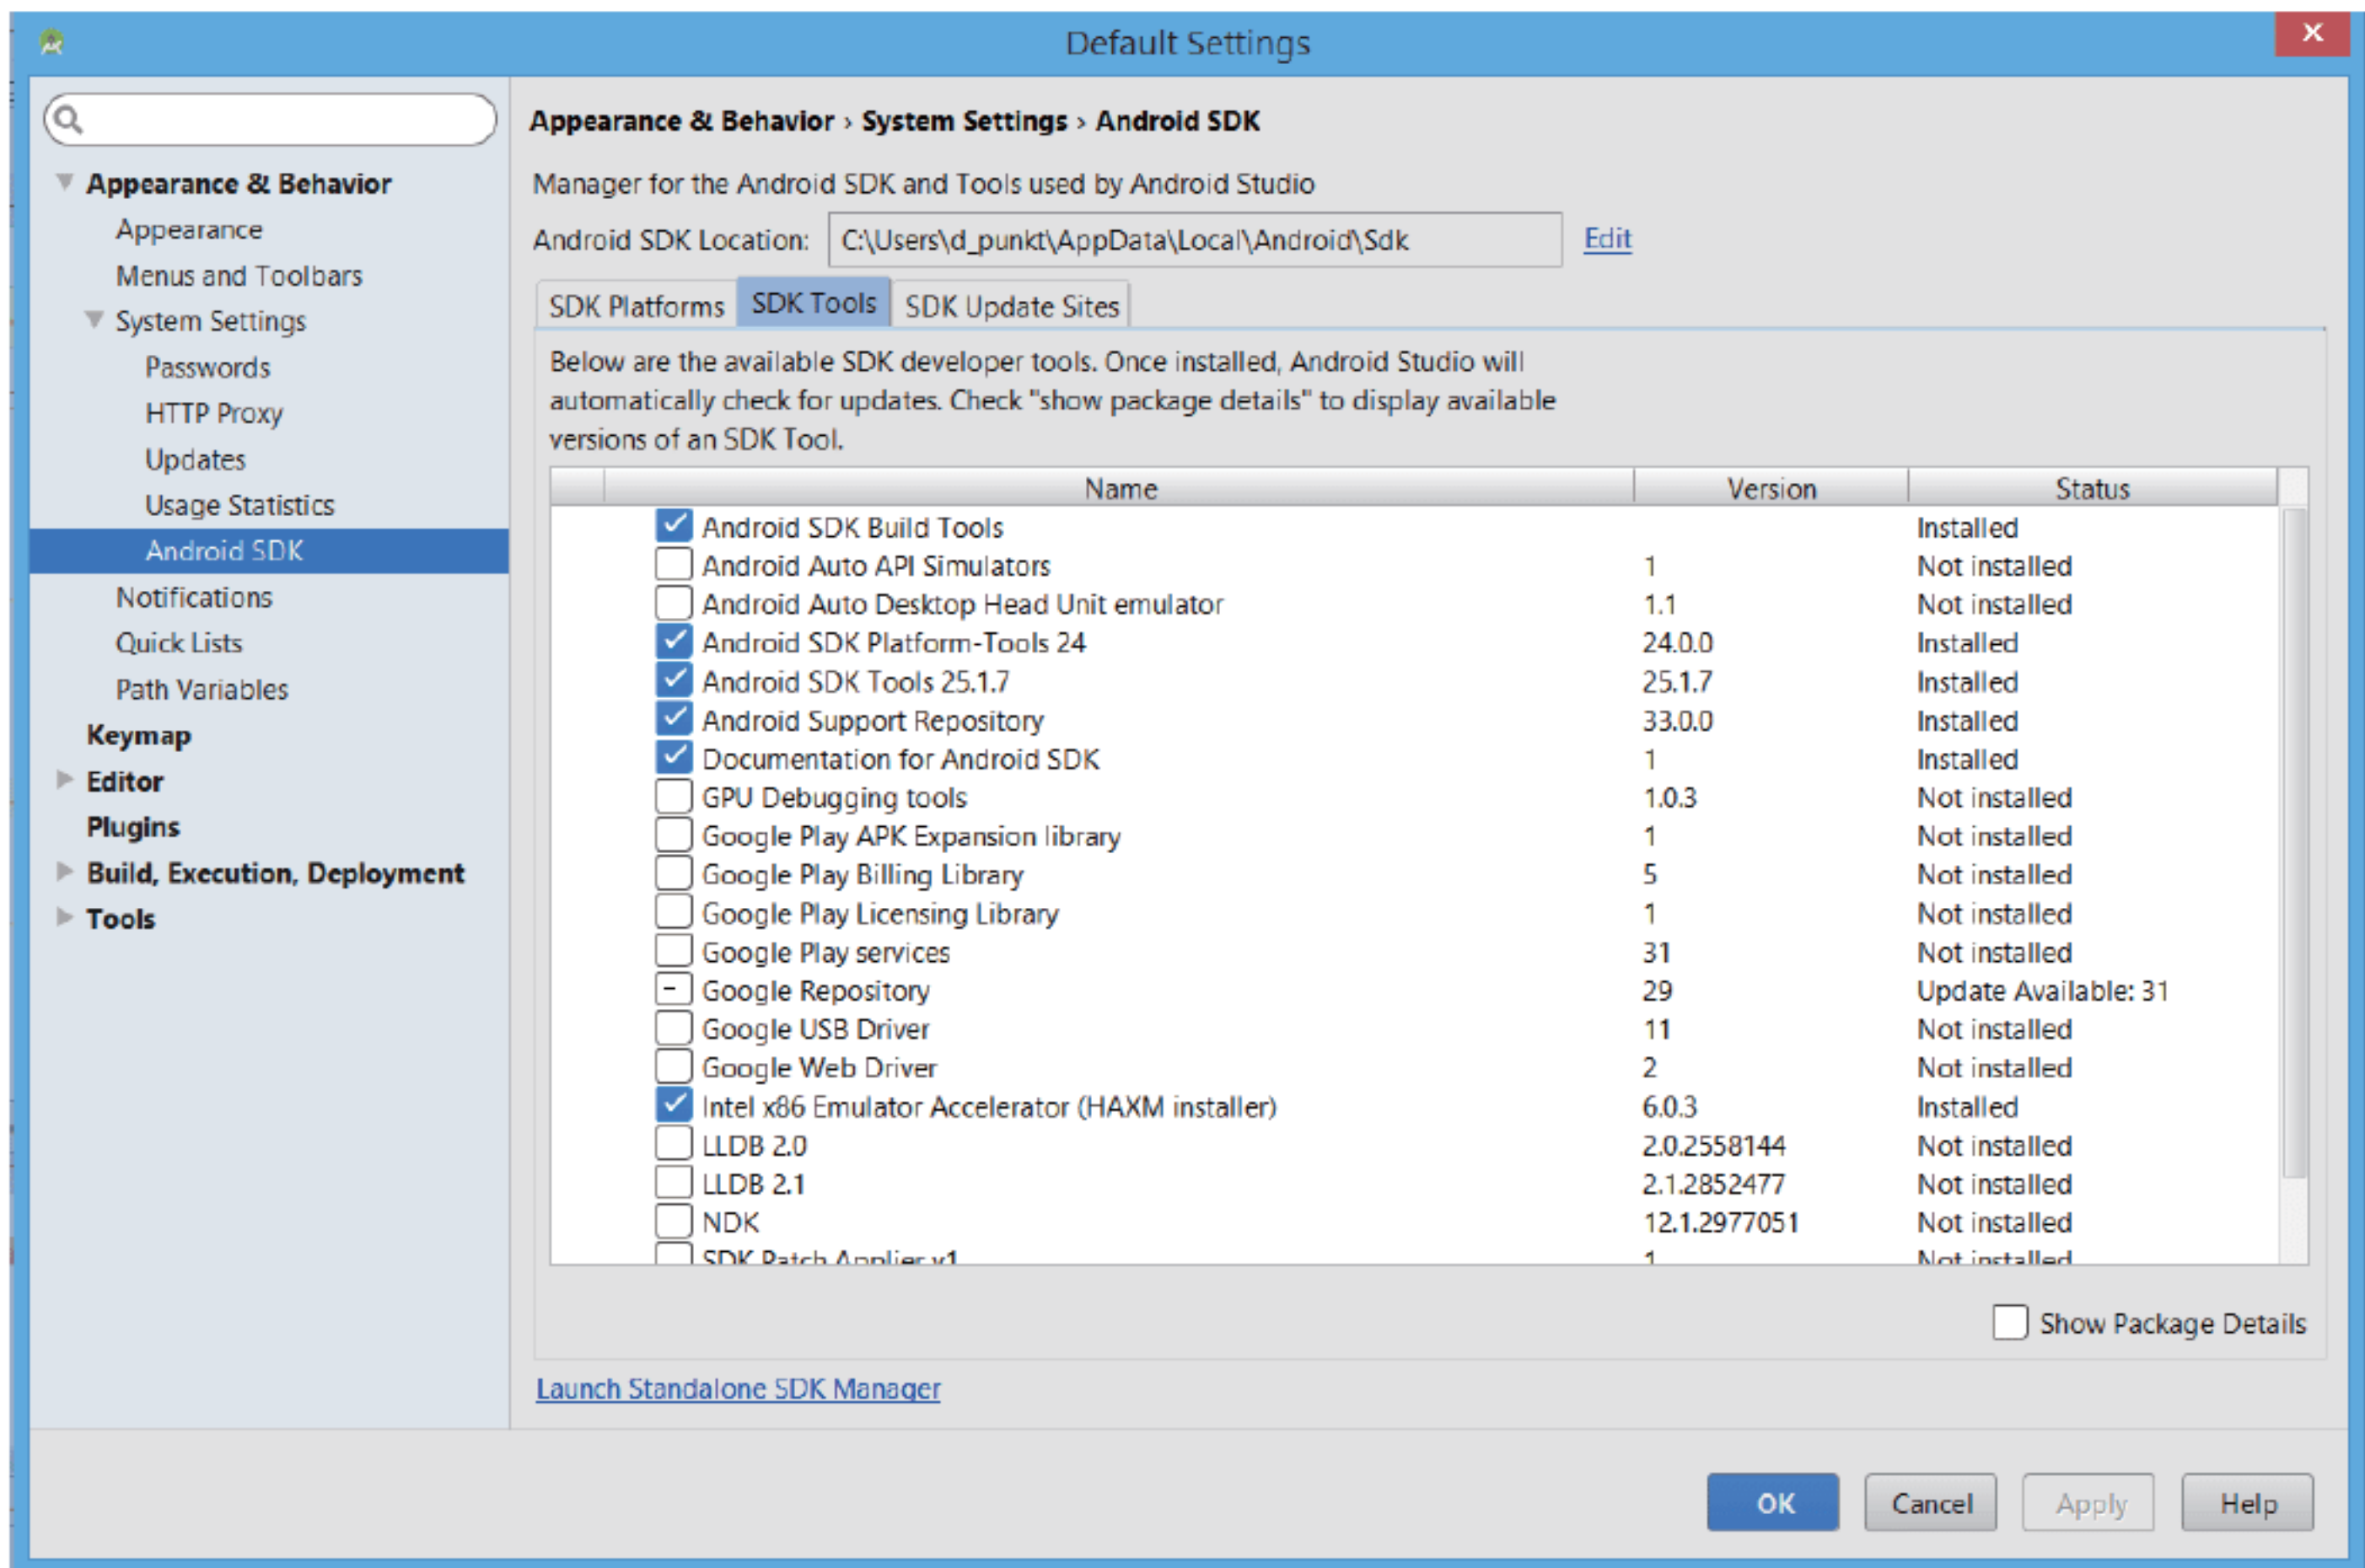

图 2-23 你可以在安卓开发工具 Android Studio 的 SDK 管理器中管理和下载所需的软件包
- 调出 Android Studio（程序 – Android Studio – Android Studio），然后在配置选项下启动 SDK 管理器（如图 2-23 所示）。